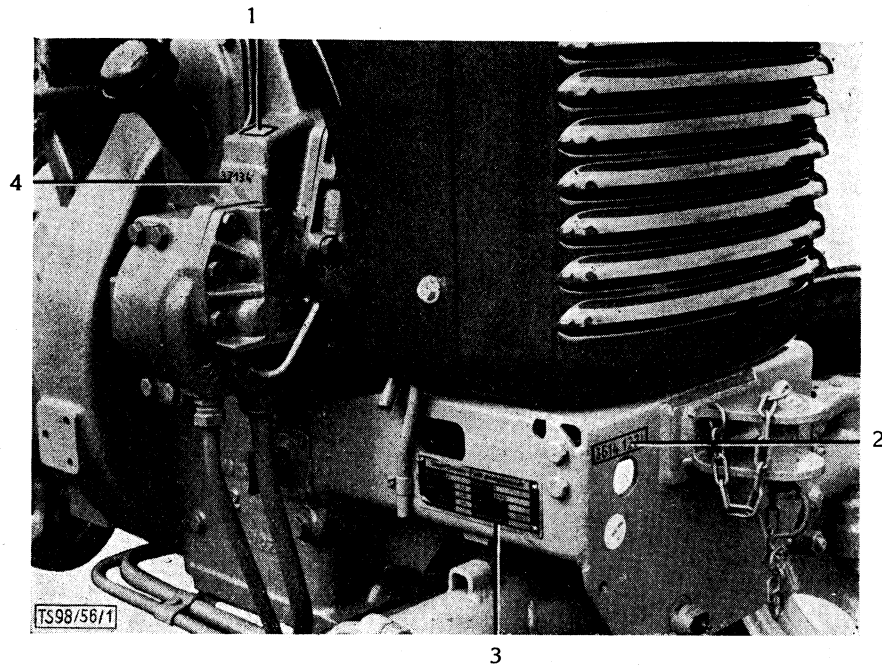

**Bild 1: Fahrgestell- und Motornummer**
- Bild 1 Fahrgestell- und Motornummer